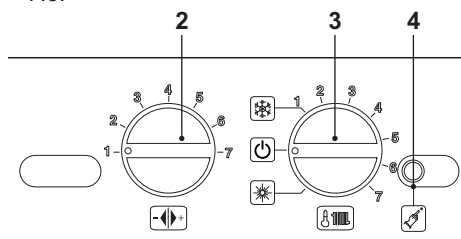

Fig. 7.8
- Apague la caldera poniendo el selector de función (3) en la posición  como en la Fig. 7.8.